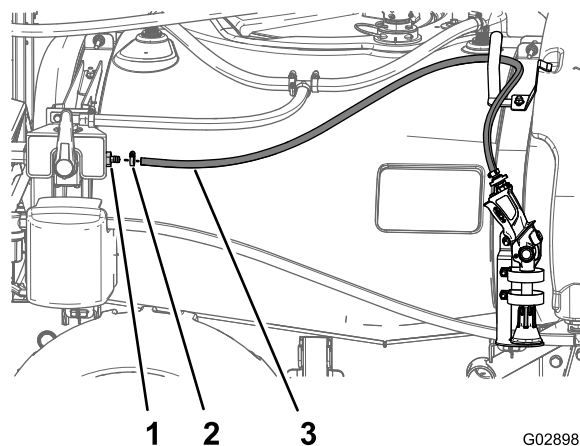

Figura 48
- Posizionate la pistola a spruzzo nella relativa staffa, disponete il flessibile attorno al relativo supporto e disponete l'estremità libera del flessibile nella valvola a 4 vie, come illustrato nella Figura 48.
- Montate l'estremità libera del flessibile sul raccordo diritto dentellato sul lato anteriore della valvola a 4 vie (Figura 48).
- Fissate il flessibile al raccordo con una fascetta stringitubo (Figura 48).